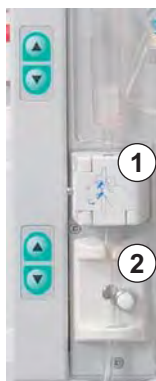

Рис. 4-11 Установка венозной магистрали
13. Поместить венозную магистраль в детектор воздуха (SAD, Рис. 4-11 , ①) и в зажим магистрали (SAK, ②).